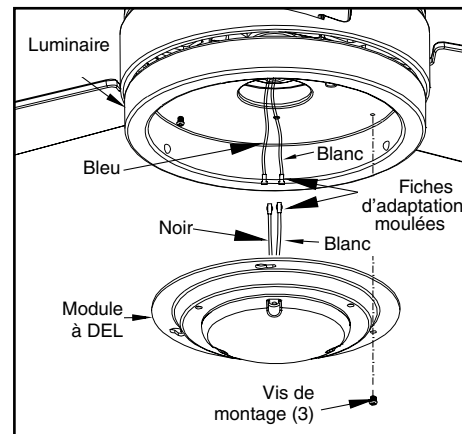

Figure 14
3. Retirez une vis du bac du luminaire et desserrez mais ne retirez pas les deux autres vis. Connectez les fils du luminaire aux fils provenant du moteur du ventilateur en branchant les fiches d'adaptation moulées ensemble. Insérez soigneusement tous les fils et les épissures dans le capuchon d'interrupteur. (Figure 14)